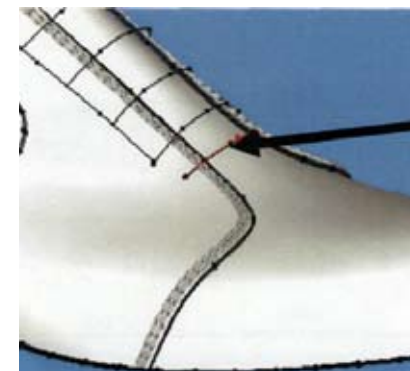

Рис. 60
- Выберите линию, как показано на рис. 60.